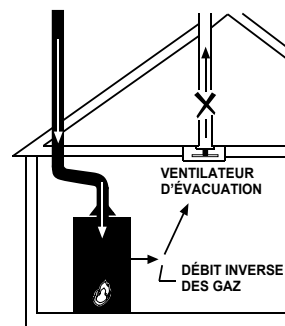

FIGURE 1C.
- Ne pas placer le chauffe-eau près d'un appareil créant de la circulation d'air. Ce type d'appareil, p. ex., ventilateur d'évacuation, système de ventilation, sècheuse, foyer, etc., peut affecter le fonctionnement du chauffe-eau. Il faut accorder une attention particulière aux conditions créées par les appareils de ce type. L'inversion du débit des gaz de combustion peut faire monter le volume de monoxyde de carbone dans l'habitation (Figure 1C).